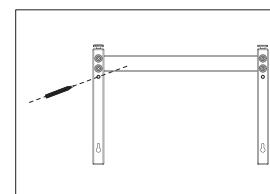

Рис.4
- Приложите кронштейн для настенной установки к стене, убедитесь, что отверстия находятся на параллельном уровне и отметьте места для отверстий (рис. 4).